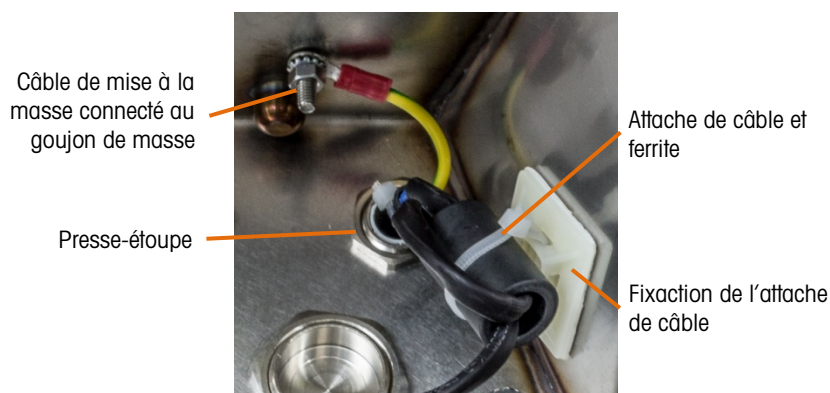

Figure 2-16: Reversed Location of Power Cord
- E. Installez la ferrite sur le câble d'alimentation, en faisant un tour comme indiqué sur la Figure 2-16.
- F. Collez la fixation de l'attache de câble sur l'enceinte à l'endroit indiqué sur la Figure 2-16 et la Figure 2-17. Attachez la ferrite en place et coupez toute longueur excédentaire de l'attache.